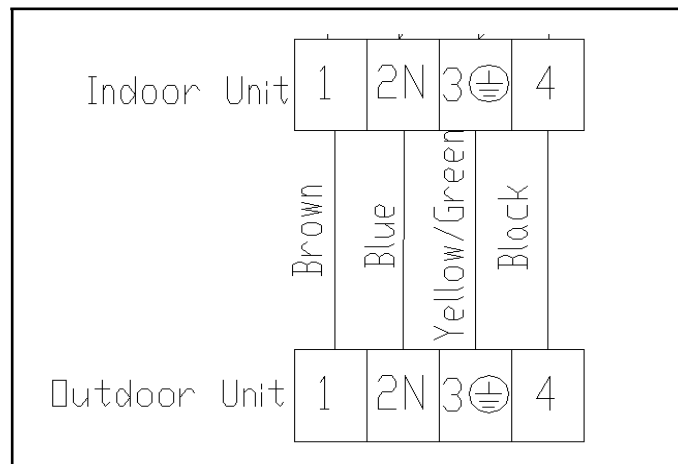

Abb.14
- Schließen Sie die Leistungsanschlussleitungen und die Signalsteuerleitung separat an die entsprechenden Klemmen an. (In Abb. 14, bitte wählen Sie den gleichen Schaltplan nur mit dem Schaltplan des Geräts.) Lösen Sie die Schraube an der Erdungsplatte; Erdungskabel festdrücken.
- Schließen Sie die Anschlussdrähte des Geräts separat an die entsprechenden Klemmen an. (Abb.14)